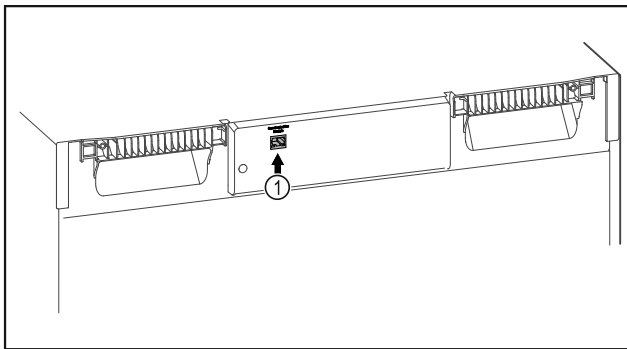

Fig. 142
- SmartModule Fig. 142 (1) er satt inn.